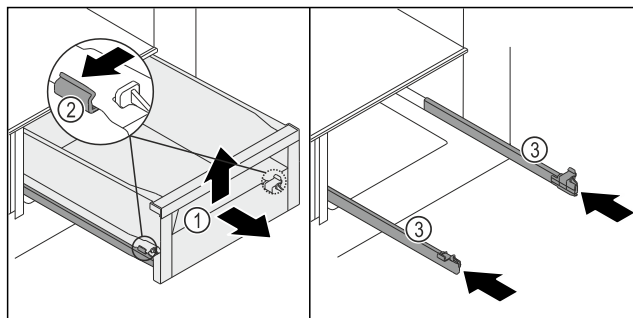

Fig. 129
- ▶ Vytáhněte zásuvku Fig. 129 (1) až na doraz.
- ▶ Svorku Fig. 129 (2) vlevo a vpravo současně lehce stlačte na kolejničkách směrem ven.
- ▶ Zásuvka Fig. 129 (1) se uvolní z kolejniček.
- ▶ Nadzvedněte zásuvku Fig. 129 (1) vpředu.
- ▶ Vyměňte zásuvku Fig. 129 (1) dopředu.
- ▶ Zasuňte kolejničky Fig. 129 (3).